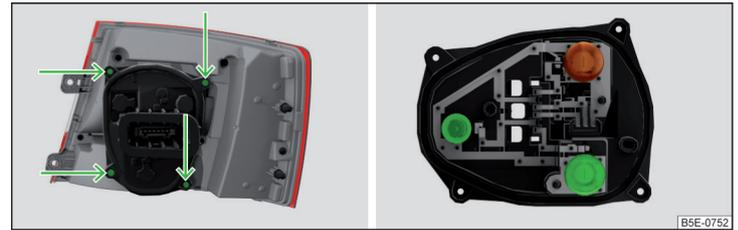

Abb. 355 Äußerer Teil der Leuchte / Innerer Teil der Leuchte mit Glühlampen
- Den Lampenhalter » Abb. 355 mit dem Schraubendreher aus dem Bordwerkzeug abschrauben und den Lampenhalter aus der Leuchte herausnehmen.